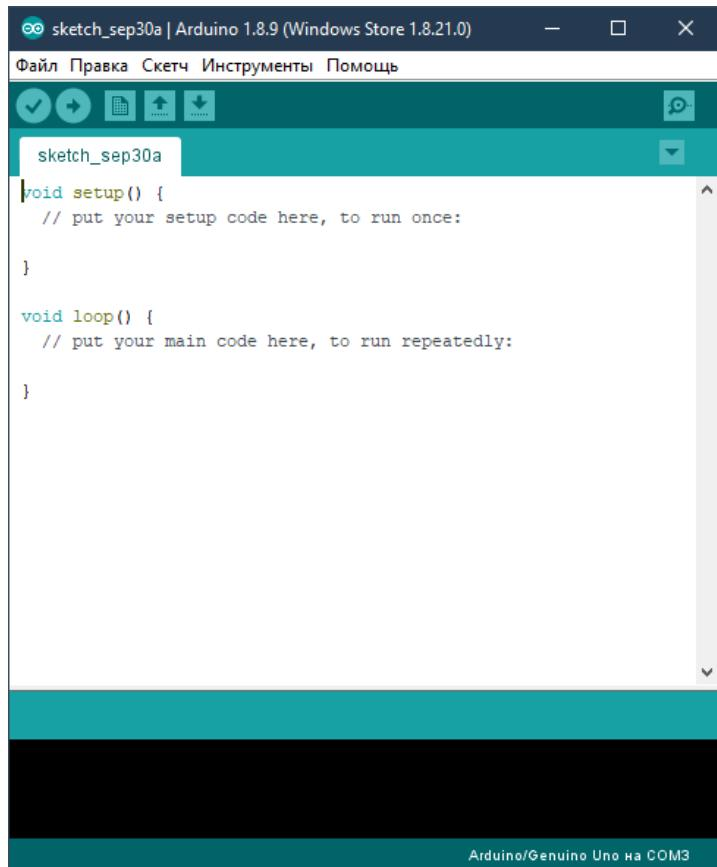

Рисунок 38- Окно программы Arduino IDE
**1.2.3** После установки запустите на рабочем столе ярлык Arduino.exe. При запуске появится окно (рисунок 38), в котором содержится заготовка программы. В окне имеется заготовка, которая состоит из функций setup и loop. Функция setup содержит команды, выполняемые одни раз при включении — это так называемые настройки программы. А loop включает в себя основную программу. Она выполняется бесконечное число раз, до тех пор, пока мы не отключим питание.